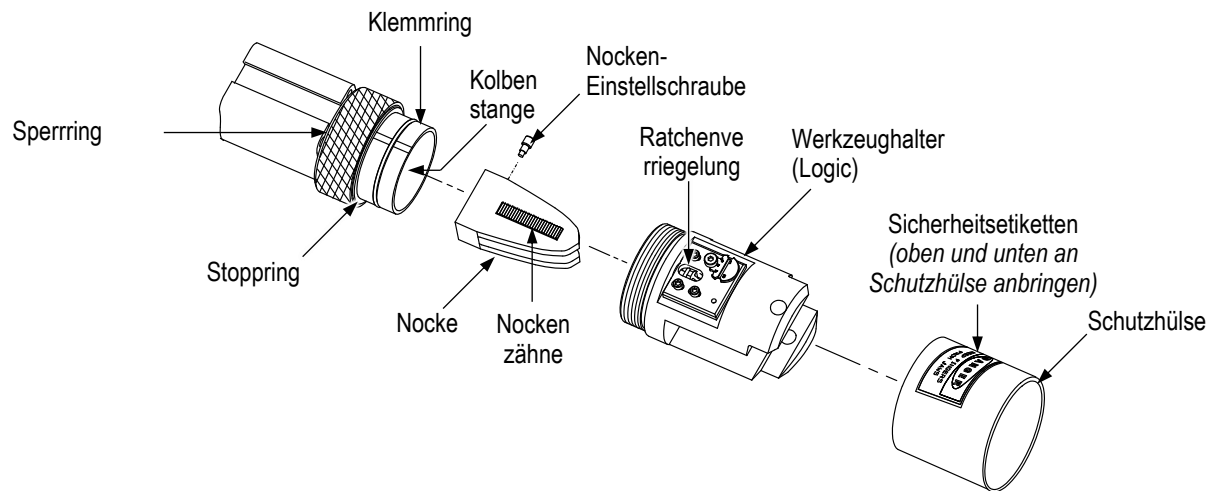

Abbildung 8
Ein Streifen mit selbstklebenden Sicherheitsetiketten mit Aufdrucken in verschiedenen Sprachen ist im Lieferumfang der Werkzeughalterung enthalten. Ziehen Sie das Etikett mit der entsprechenden Sprache vom Streifen und kleben Sie es auf die Schutzhülse (die mit dem kleinen und großen Werkzeughalter geliefert wird) wie in Abbildung 8 dargestellt, oder direkt auf den Adapter (der keine Schutzhülse erfordert).
2. Setzen Sie die Nocke (mit der Einstellschraube) auf die Kolbenstange, wie in Abbildung 8 dargestellt. Die Nocke muss bündig auf der Stirnseite der Kolbenstange aufliegen. Ist dies nicht der Fall, drehen Sie die Einstellschraube *entgegen dem Uhrzeigersinn*, bis die Nocke bündig auf der Kolbenstange aufliegt.